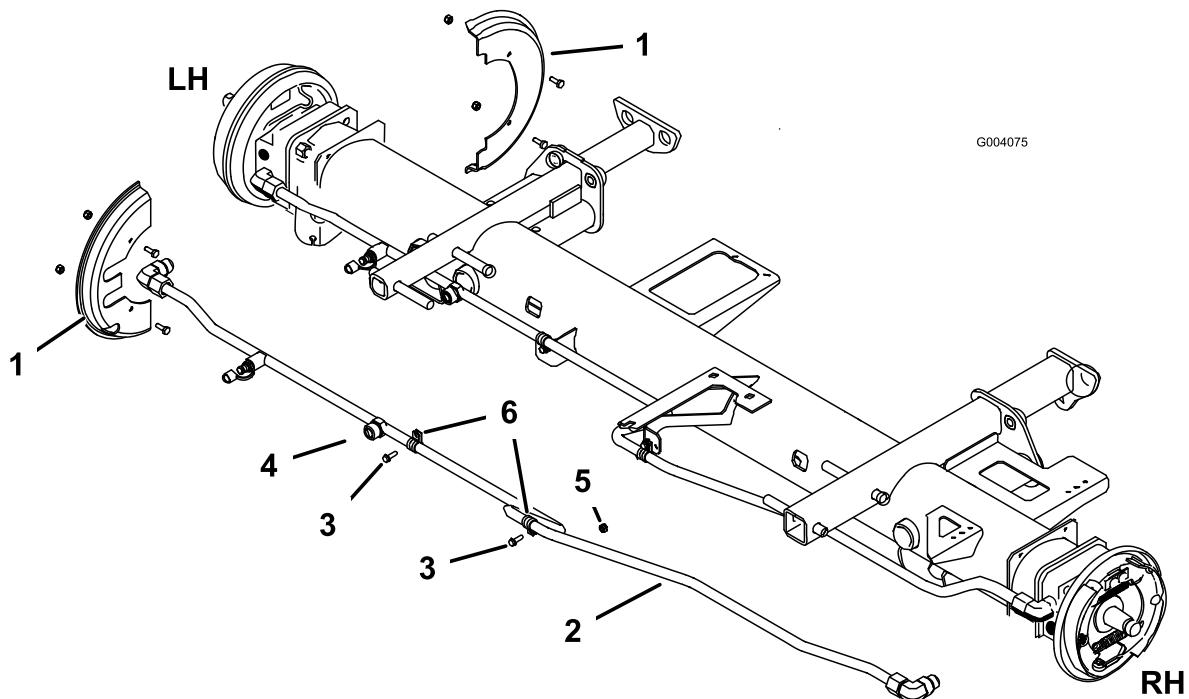

Рисунок 10
- Открутите винты с головкой и гайки, которыми крепятся грязезащитные щитки колес к передним фланцам оси (Рисунок 10).
- Отсоедините гидравлический патрубок от верхнего штуцера на переднем левом приводе колеса, а также от нижнего штуцера на переднем правом приводе колеса (Рисунок 10).
- Снимите R-образные хомуты, которые крепят патрубок к раме (Рисунок 10), а также кабельные стяжки, которые крепят тормозные тросы к гидравлическим патрубкам.
- Отсоедините левый шланг от насоса с переменной производительностью и гидравлического патрубка (Рисунок 10). Также снимите 45-градусный штуцер с нижней части насоса с переменной производительностью (Рисунок 10).
- Установите грязезащитные щитки колес на фланцы переднего моста с помощью снятых ранее винтов с головкой и гаек (Рисунок 10).